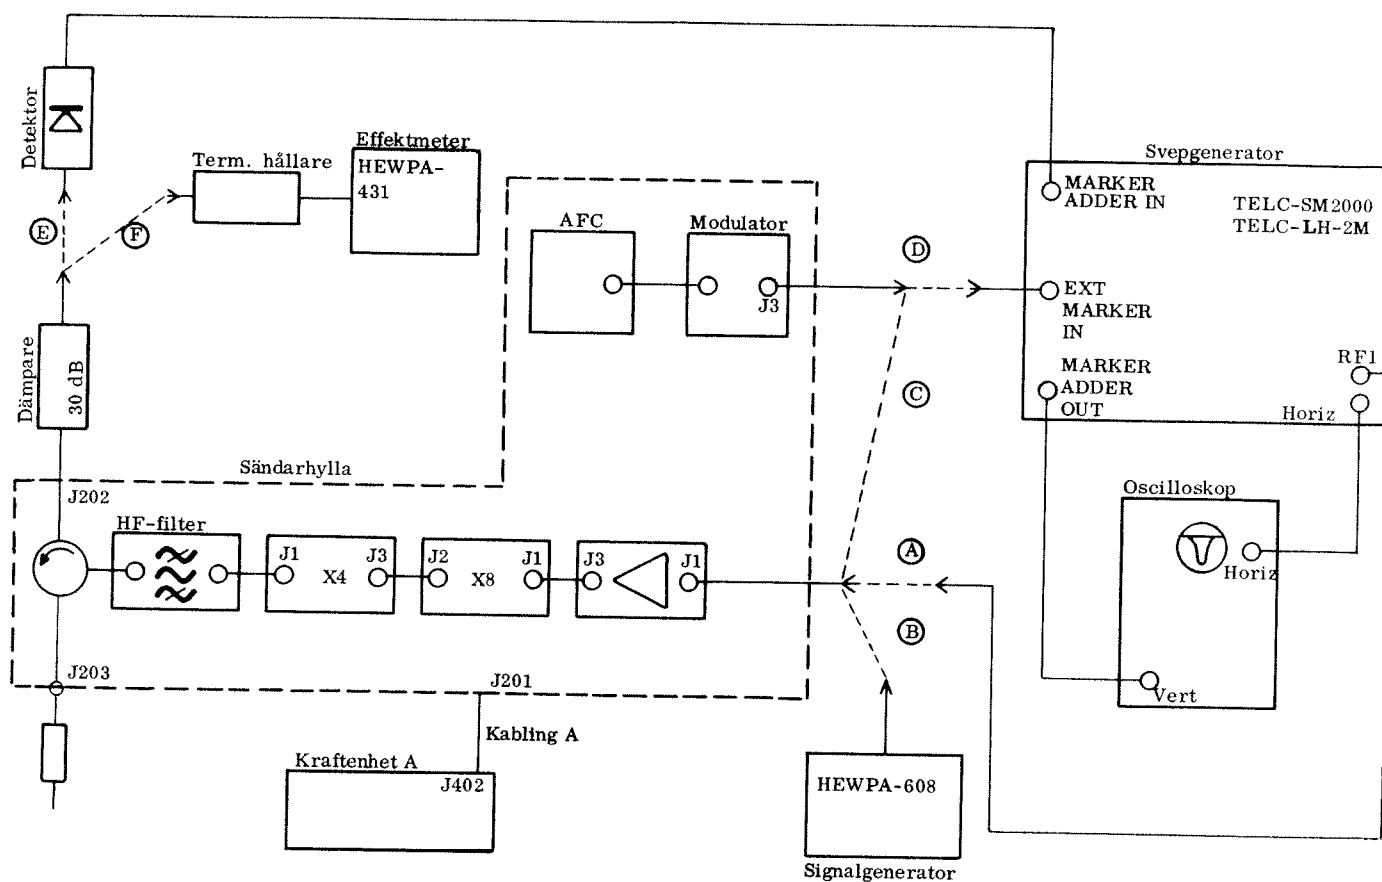

Bild 8
- 4.2.2.1 Koppla upp enligt alternativ A , D och E på bild 8.
- 4.2.2.5 Anslut modulaton direkt till effektförstärkarens ingång (alternativ C och E på bild 8).
- 4.2.2.6 Koppla därefter in svepgeneratoren och anslut modulaton till hylstaget EXT MARKER på svepgeneratoren (alternativ A , D och E på bild 8). Justera svepgeneratorns nivå så att kurvans mittfrekvens sammanfaller med en i avsnitt 4.2.2.5 erhållna referenslinjen.
4.2.2.8 Anslut signalgeneratoren (HEWPA-608D) till ingången på effektförstärkaren (alternativ B och E på bild 8). Ställ in generatorns nivå vid mittfrekvens till oscilloskopets referensnivå enligt avsnitt 4.2.2.5.